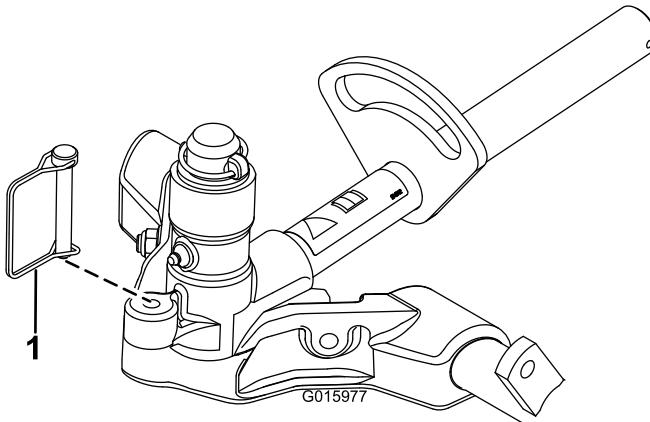

Рисунок 17
- Для блокировки (фиксации) рулевого управления режущими блоками прикрепите поворотную втулку к несущей раме с помощью стопорного штифта (Рисунок 17).